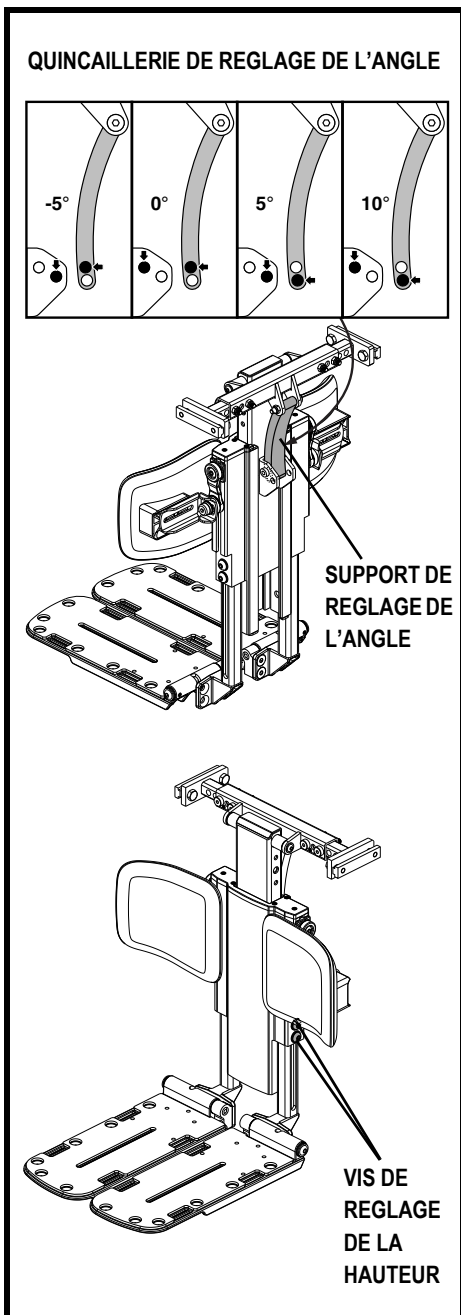

Figure 11. Ajustable repose-pied à montage centré
1. Retirez la quincaillerie de réglage de l'angle, du support de réglage de l'angle. **Voir figure 11.**
2. Ajustez le repose-pied à l'angle désiré. **Voir figure 11.**
1. Retirez les vis de réglage de la hauteur. **Voir figure 11.**